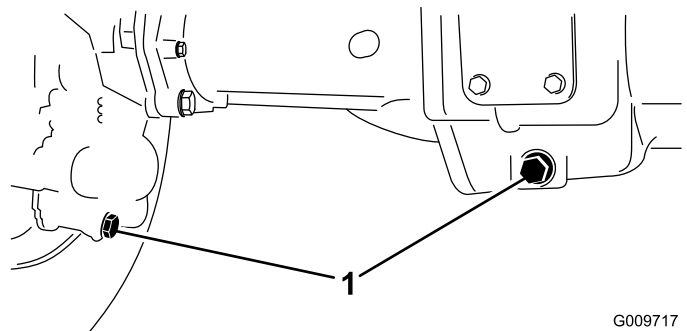

Figura 67
2. Pulite attorno ai 3 tappi di spurgo, 1 per lato ed 1 in centro (Figura 67).